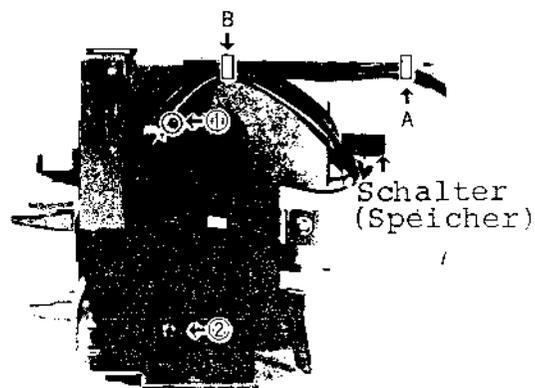

Abb. 7
a) Entfernen Sie die Bündel A und B, welche in der Abb. 7 auf der rechten Seite gezeigt sind.
b) Lösen Sie dann die Schrauben ①, ②. (M3 x 0,5 x 4).
c) Entfernen Sie das mit dem Schalter (Speicher) kombinierte Verbindungsstück, welches in der Abb. 7 rechts oben zu sehen ist. Lösen Sie dann die zwei Stellschrauben (M3 x 0,5 x 4) vom Schalter (Speicher), und nehmen Sie die rechte Seitenplatte ab.